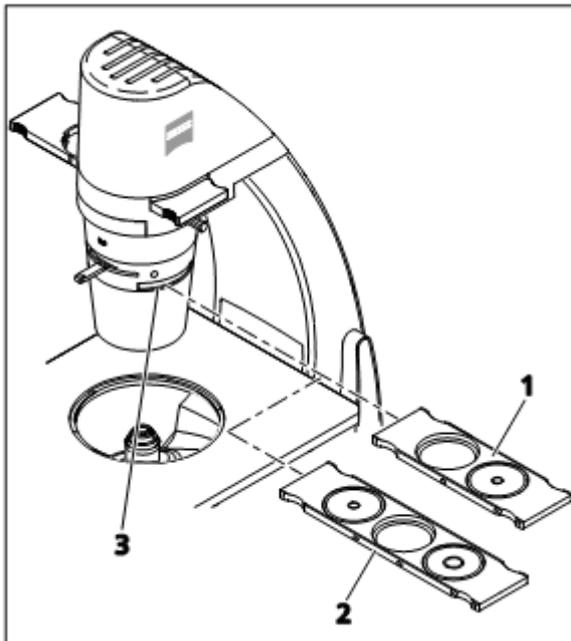

图 6 插入相差环插板
2 孔位相差环插板（图 6/1）和 3 孔位 P 相差环插板（图 6/2）均随包装发货。
- 从左侧或右侧推动相差环插板（图 6/1 或 2），将标识朝上，将插板插入聚光镜滑槽（图 6/3）中，直到到达理想位置。